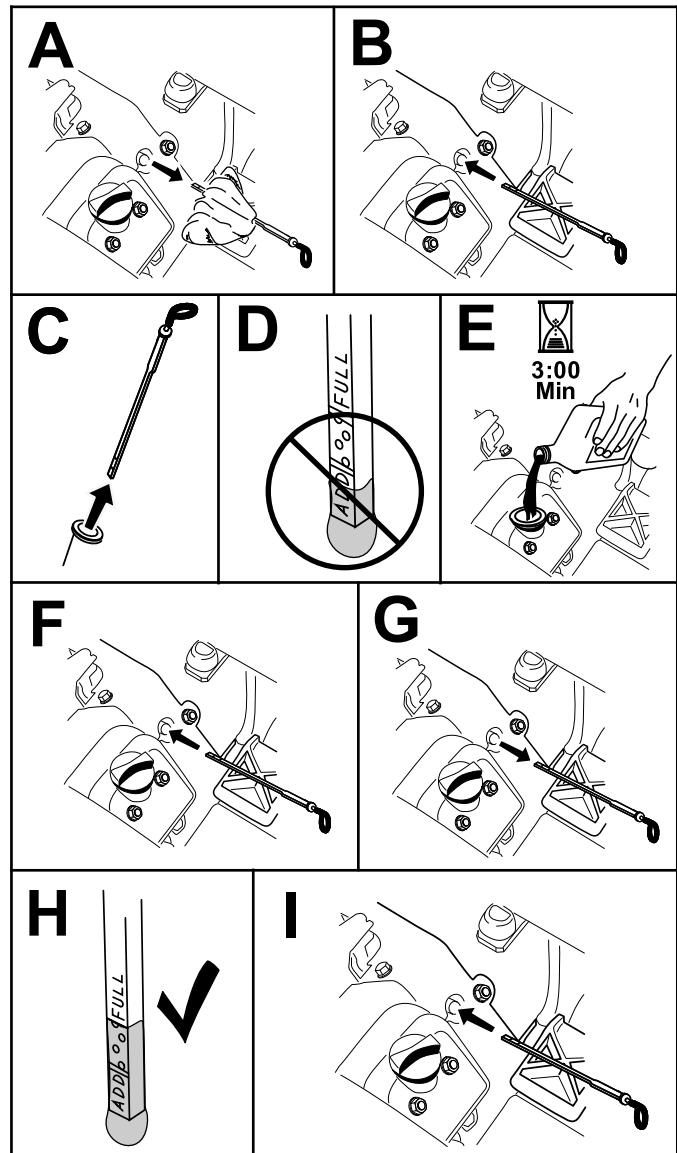

**Рисунок 24**
горловины и масломерного щупа, прежде чем снимать их (Рисунок 24).
- Выньте масломерный щуп (Рисунок 24) и протрите его чистой ветошью.